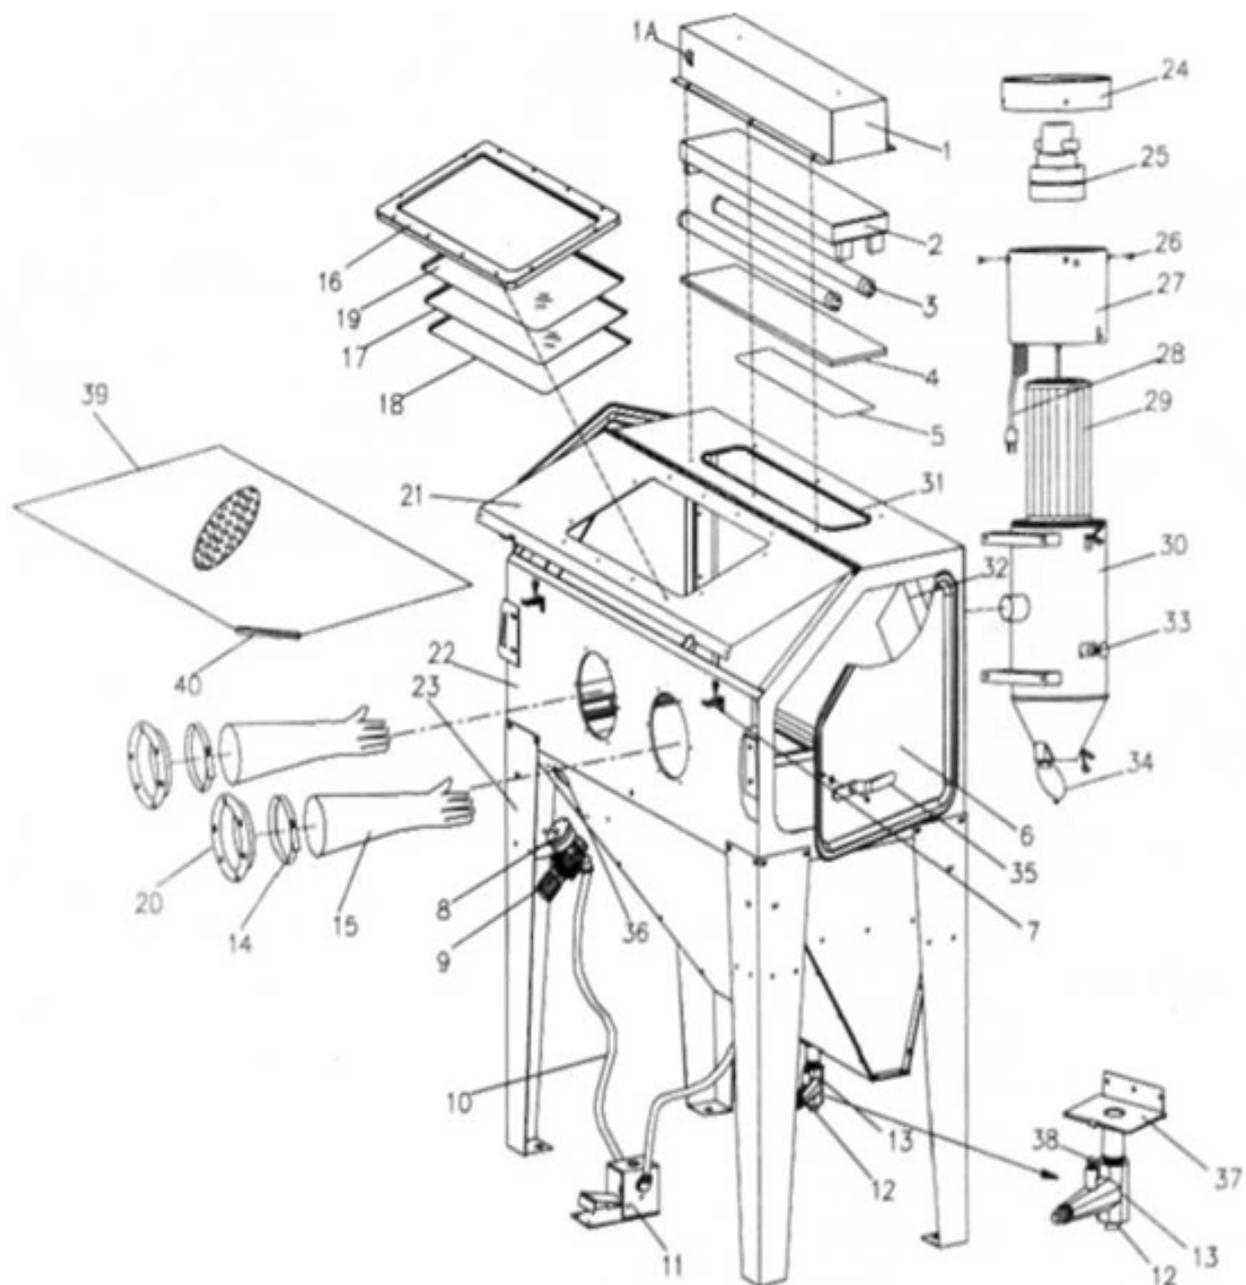

Рис. 2. Устройство камеры.
1.	Сборка производится согласно чертежу Рис. 2.
3.	Положите камеру (22) на её верхнюю сторону (вверх ногами).
6.	Закрепите кронштейн с манометром (8) на левой передней ноге двумя болтами М6х19 с шайбами и гайками.
8.	Прикрутите клапан расхода абразива (13) тремя самонарезающими винтами к нижней части камеры
9.	Установите левую и правую двери (6), используя 4 гайки. Закройте дверные защелки.
11.	Установите стекло лампы (4) в верхней части камеры.